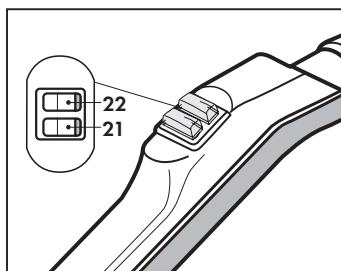

Abb. 10
- Dampf durch Drücken des roten Druckknopfes (21) erzeugen und/oder Reinigungsmittel sprühen (**Abb. 10**);
- Dampf durch Drücken des blauen Schalters (22) saugen (**Abb. 10**);